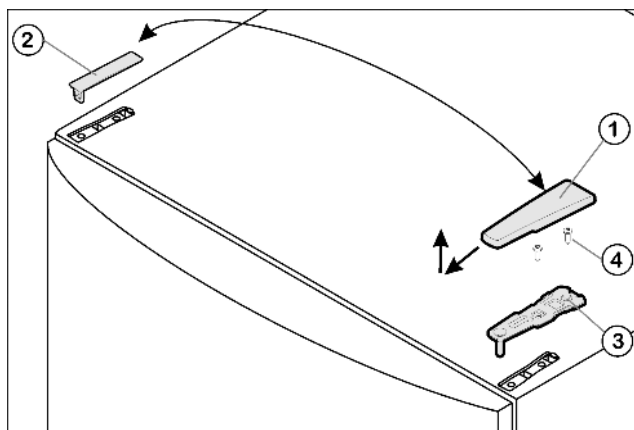

Fig. 4
- ▶ Потяните крышку Fig. 4 (1) вперед и вверх.
- ▶ Снимите крышку Fig. 4 (2).
- ▶ Открутите верхний опорный кронштейн Fig. 4 (3) (2 шт. Torx® 25) Fig. 4 (4) и вытяните вверх.
- Установите верхний опорный кронштейн Fig. 4 (3) на новой стороне шарнира и защелкните в дверце.
- Привинтите верхний опорный кронштейн (**с моментом 4 Нм**) (2 шт. Torx® 25) Fig. 4 (4). При необходимости проделайте отверстия или используйте аккумуляторную отвертку.
- Наденьте и защелкните крышку Fig. 4 (1) и крышку Fig. 4 (2) на противоположной стороне снаружи.